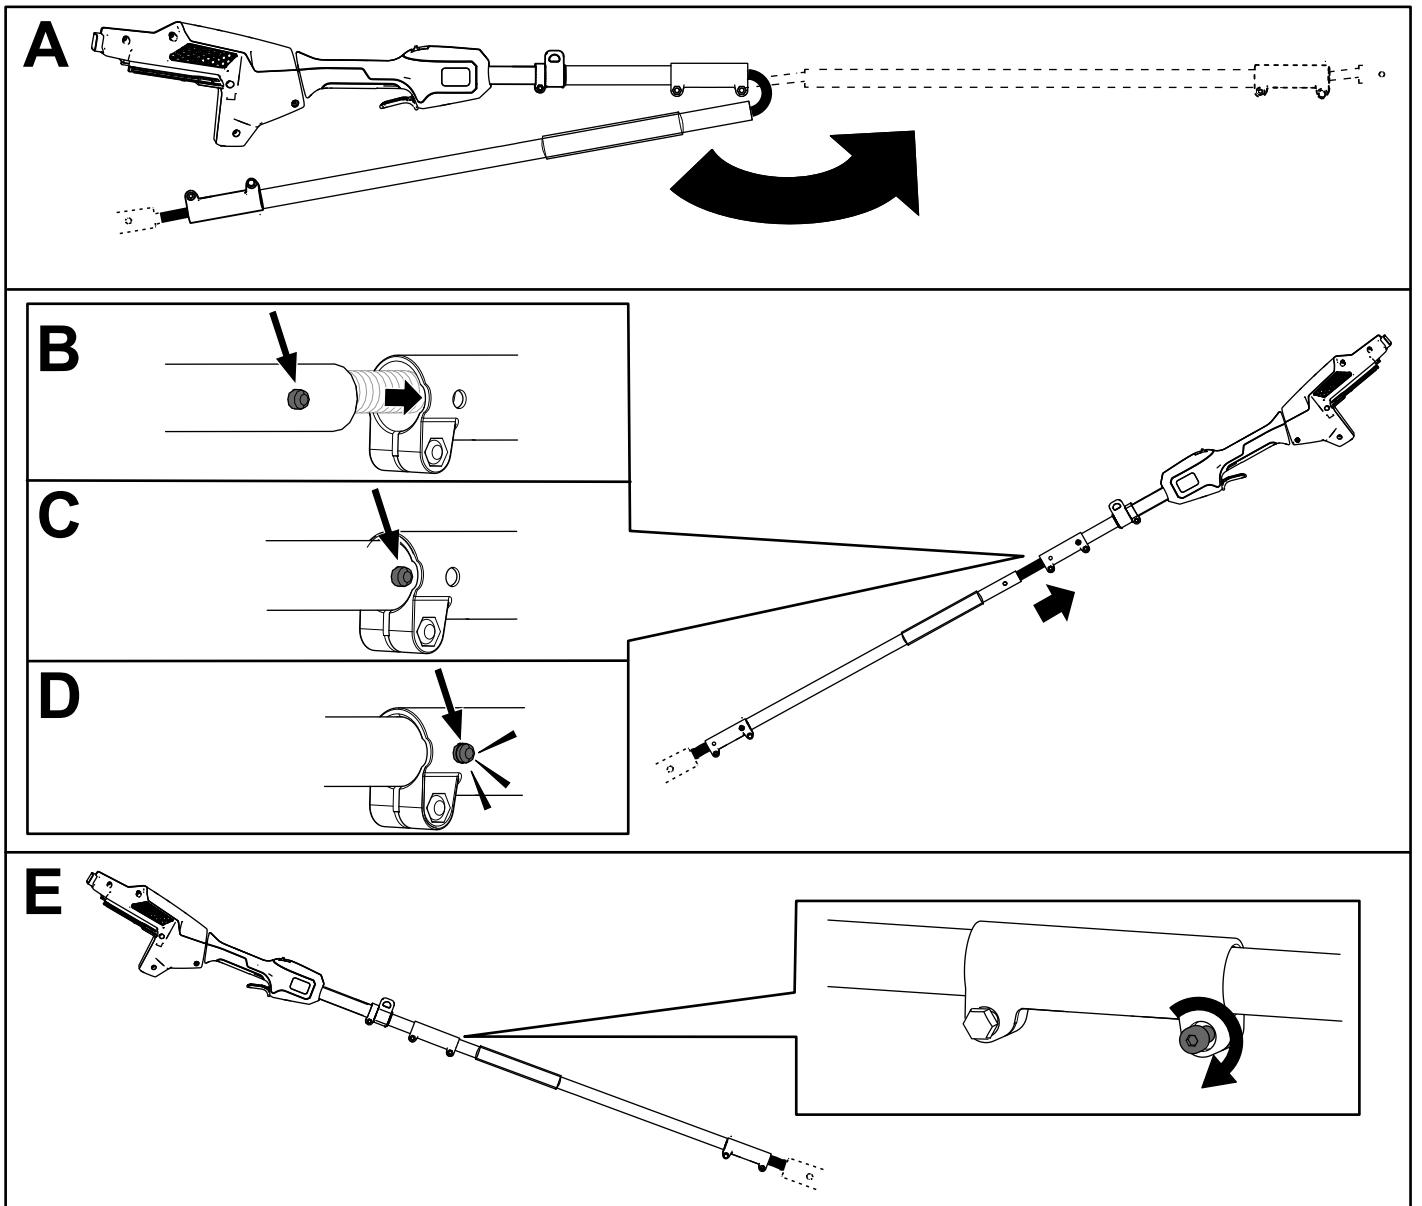

Bild 5
2. Richten Sie den Verriegelungsknopf am mittleren Holmanschnitt auf das Langloch am Ende des Holmanschnitt mit Griffen aus und schieben Sie die beiden Holmanschnitte zusammen (Bild 5).
3. Verwenden Sie den mitgelieferten Schraubenschlüssel, um die beiden Holmanschnitte miteinander zu verschrauben (E von Bild 5).
4. Wiederholen Sie diesen Vorgang, um den Holmanschnitt mit der Säge mit dem mittleren Holmanschnitt zu verbinden (Bild 5).